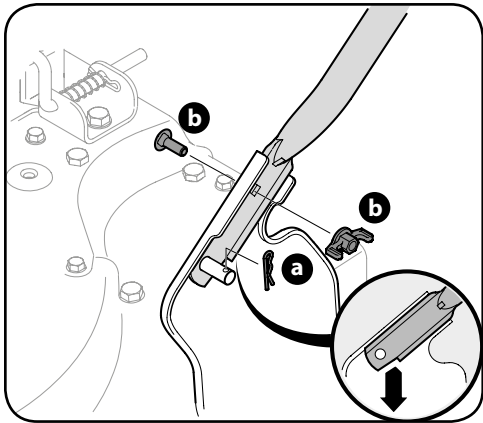

Рисунок 3-1
- а. Наложите нижние отверстия нижней рукоятки на пальцы на кронштейнах (метка на рукоятке должна быть направлена вниз) и закрепите фиксаторами. См. рисунок 3-1.
- б. Вставьте опорные винты в верхние отверстия нижней рукоятки изнутри и закрепите гайками-барашками. См. рисунок 3-1.